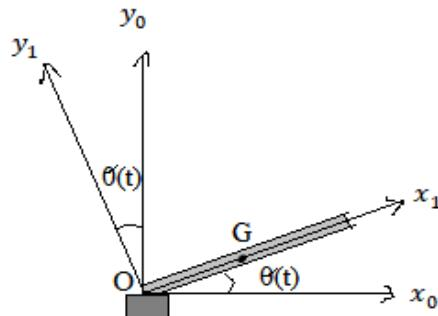

Figure V.3
$R_0(O, \vec{x}_0, \vec{y}_0, \vec{z}_0)$ est le repère fixe lié au bâti et $R_1(O, \vec{x}_1, \vec{y}_1, \vec{z}_1)$ est un repère lié à (S) ou $\vec{z}_0 \equiv \vec{z}_1$ (axes confondus) (Figure V.3).